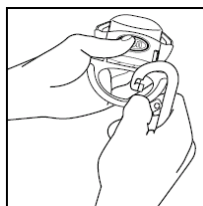

Fig. 3.3
A Fig. 3.2 ilustra os principais componentes do carro padrão. Para fixar o carro, prenda o mosquetão do elemento de união no olhal de fixação (1) do carro (fig. 3.3).